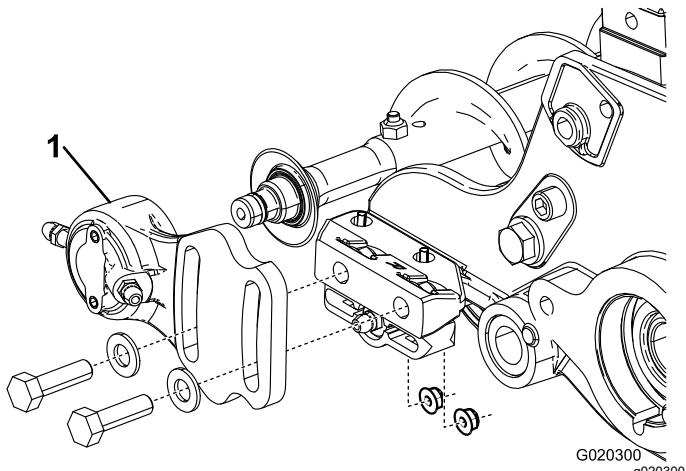
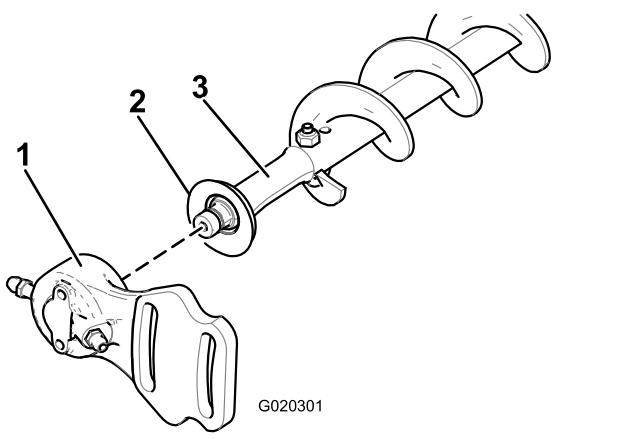

Figura 18
Figura 19
1. Si hay un cepillo de rodillo instalado en la unidad de corte, retire los 2 pernos, las arandelas y las tuercas que sujetan el alojamiento del cojinete sin motor al soporte de montaje del alojamiento del cojinete (Figura 18 y (Figura 19).
2. Retire el alojamiento del cojinete del lado sin transmisión, y el retén, del eje del cepillo (Figura 19).
9. Instale el retén y el alojamiento del cojinete del lado sin transmisión sobre el eje del cepillo (Figura 19).